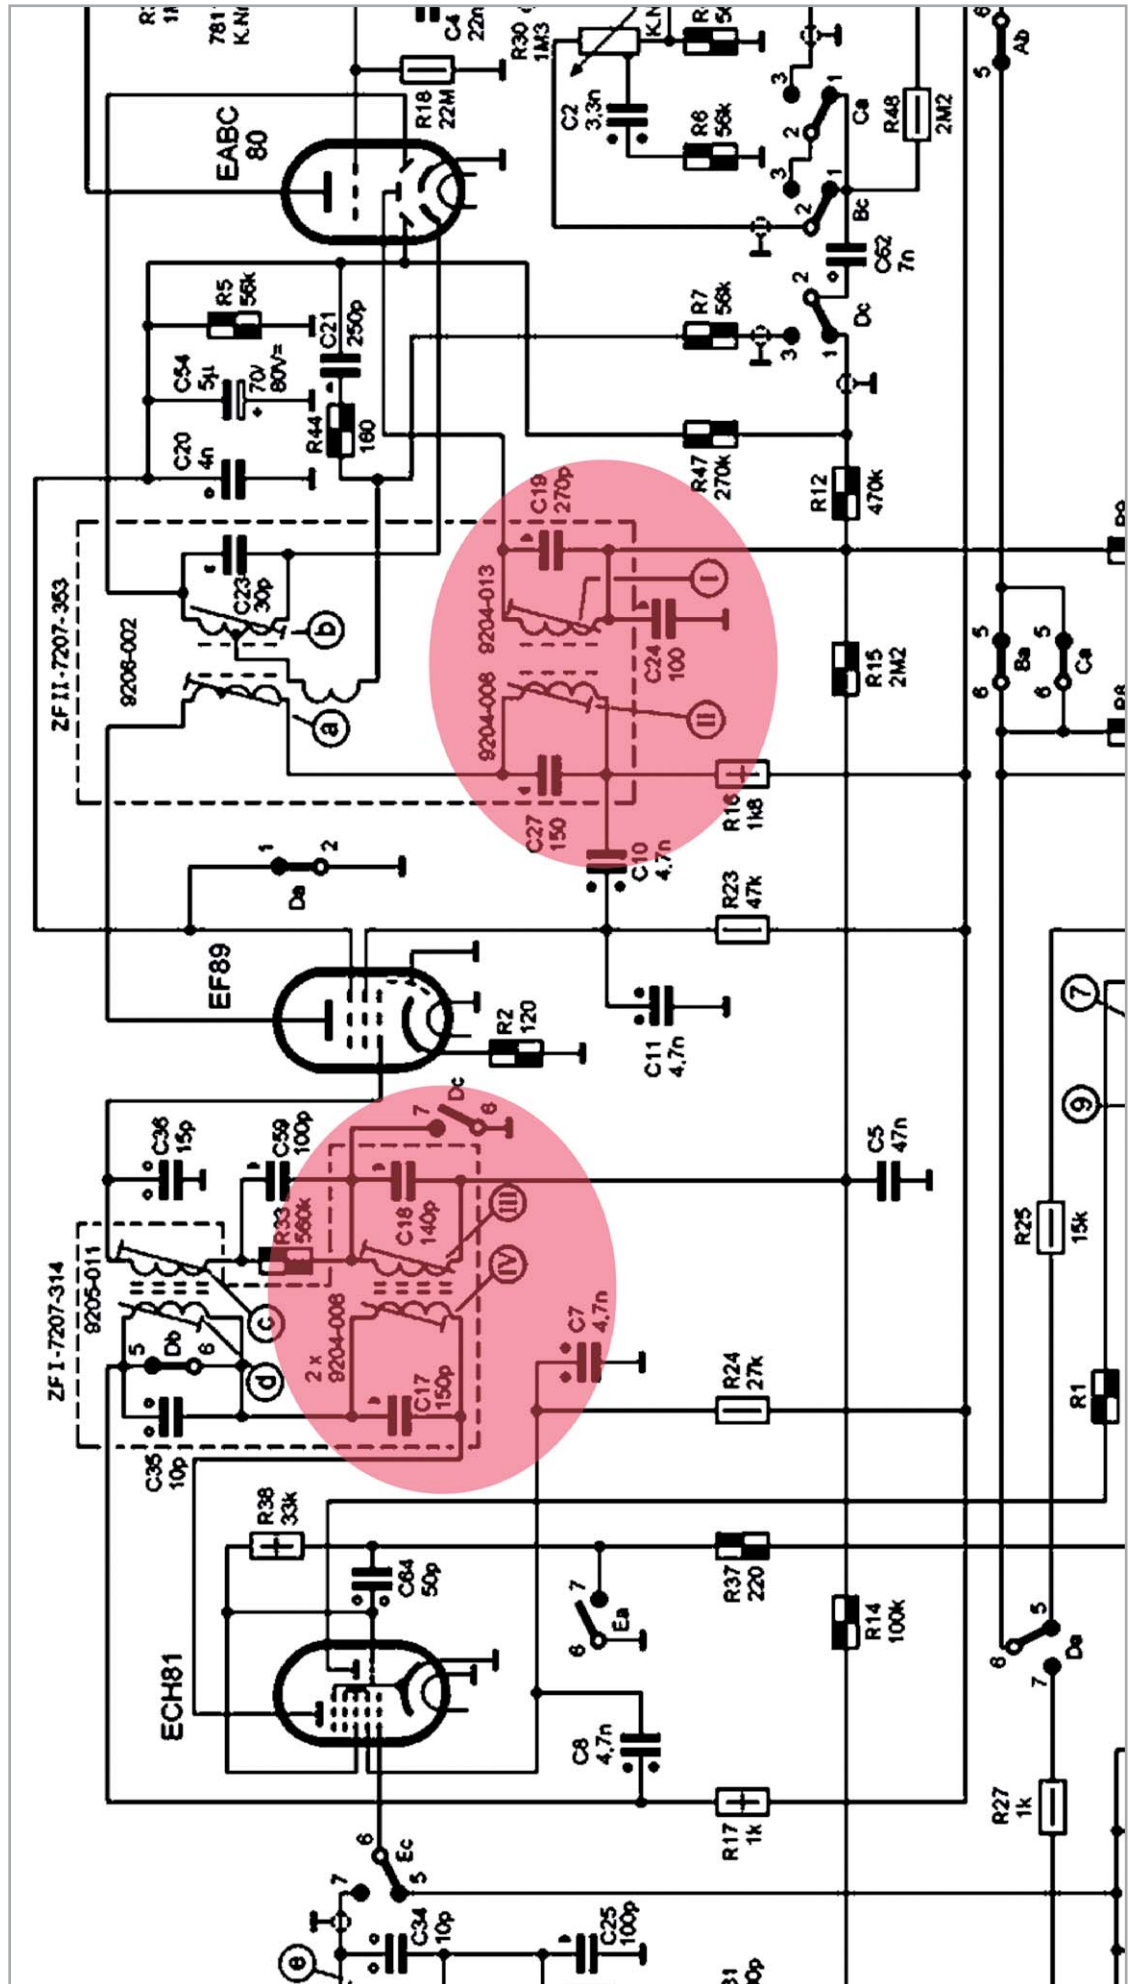

Bild 5: Die durchstimmbaren ZF-Transformatoren (I-IV) in unserem Mittelwellen-Signalwegs.
- Diese vier Filter sind physisch in zwei ZF-Transformorgehäusen platziert. Diese „Blechgehäuse“ enthalten zwar auch abstimmbare Schaltkreise für das UKW-Band, wir konzentrieren uns hier aber auf das Mittelwellen-Band (AM).
- Die Schaltungen arbeiten paarweise und bilden eine Primär- und Sekundärseite eines jeden ZF-Transformators. Wir sehen dies im Schaltplan in Bild 5, wo die Spulen mit den römischen Ziffern I bis IV gekennzeichnet sind.